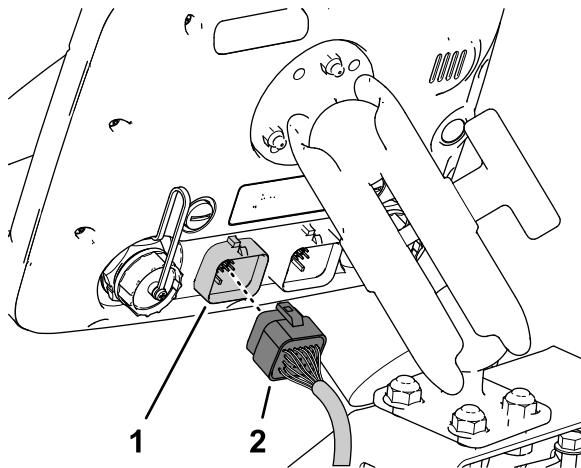

Figura 206
3. Allineate il connettore a 26 prese del cablaggio dati con il connettore a 26 pin del monitor dell'irroratrice e premete il connettore a prese nel connettore a pin fino a quando il fermo del connettore non scatta saldamente in posizione (Figura 206).